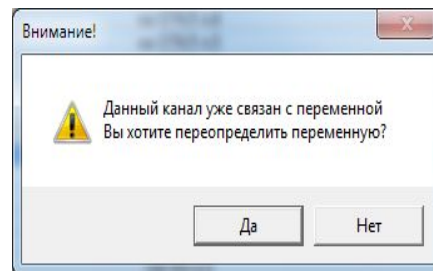

Рисунок 2.7 – Предупреждающее сообщение
- Щелчком левой кнопки мыши выбирается вход или выход из списка в левом или правом столбцах. Если входу (выходу) уже присвоено значение переменной – появляется сообщение, показанное рис.2.7;